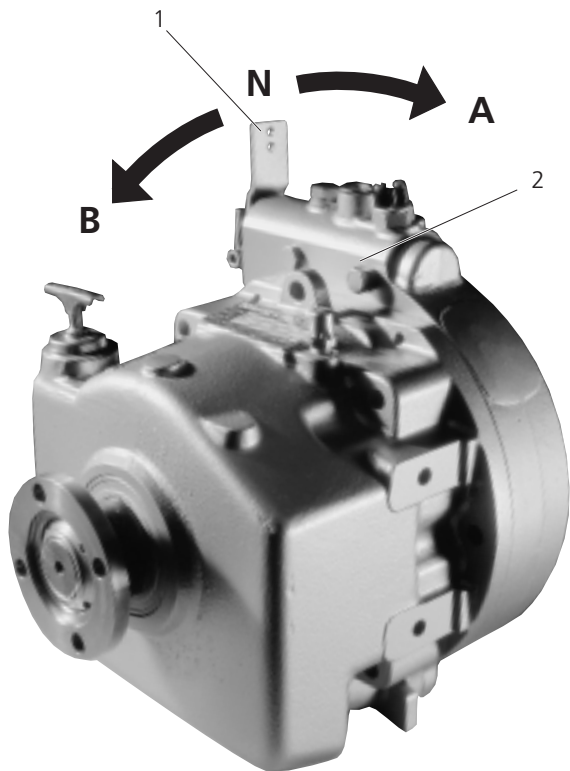
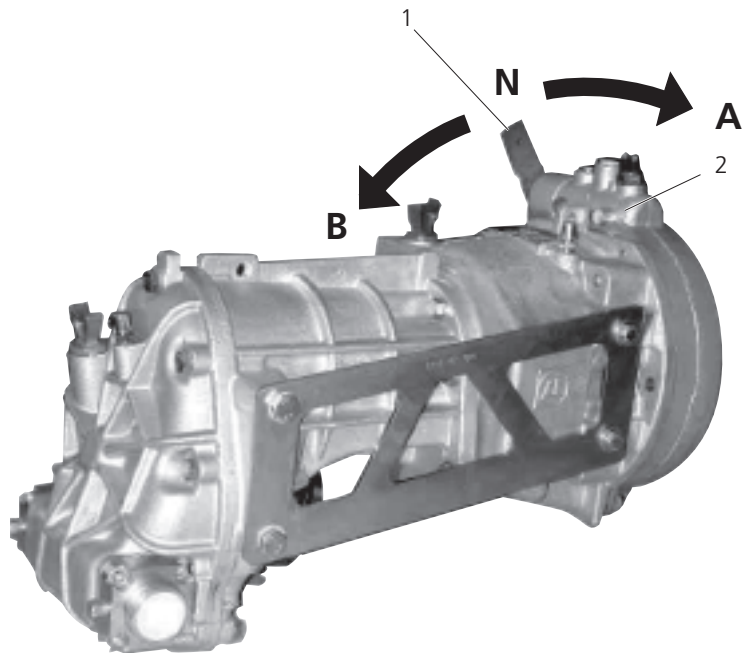

Fig. IV-1 ZF 45 C - ZF 63 C - 88 C
Fig. IV-2 ZF 45 IV
The transmission is shifted by actuating the shifting lever (fig. IV-1 / fig. IV-2, item 1) at the control block (V-1 / fig. IV-2, item 2).
La trasmissione è azionata con lo spostamento della leva (fig. IV-1 / fig. IV-2, pos. 1) situata nel blocco di comando idraulico (fig. IV-1 / fig. IV-2, pos. 2).
Le changement de marche s'effectue en actionnant le levier (fig. IV-1 / fig. IV-2, repère 1) du bloc de commande (fig. IV-1 / fig. IV-2, repère 2).
Das Getriebe wird mit dem Schalthebel (Pos. 1, Bild IV-1 / Bild IV-2) am Steuerblock (Pos. 2, Bild IV-1 / Bild IV-2) geschaltet.
1.1 Den Griff des Ölmeßstabes (Pos. 1, Bild IV-1 / Bild IV-2) entgegen dem Uhrzeigersinn drehen und aus dem Gehäuse ziehen.